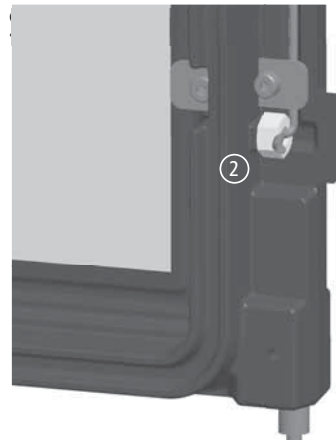

Abb. 2.40 Spannen der Türfeder
- ① Mit geeignetem Werkzeug (z.B. Kombizange oder Schraubendreher) die Türfeder ca. 1 cm vom Türrahmen wegdrücken - die Türfeder muss nicht umgebaut oder gedreht werden
- ② die beiliegende Mutter zwischen Türfeder und Türrahmen klemmen (siehe Abb. 2.40) - die Mutter muss so weit wie möglich in die Ecke des Türrahmens gedrückt werden,